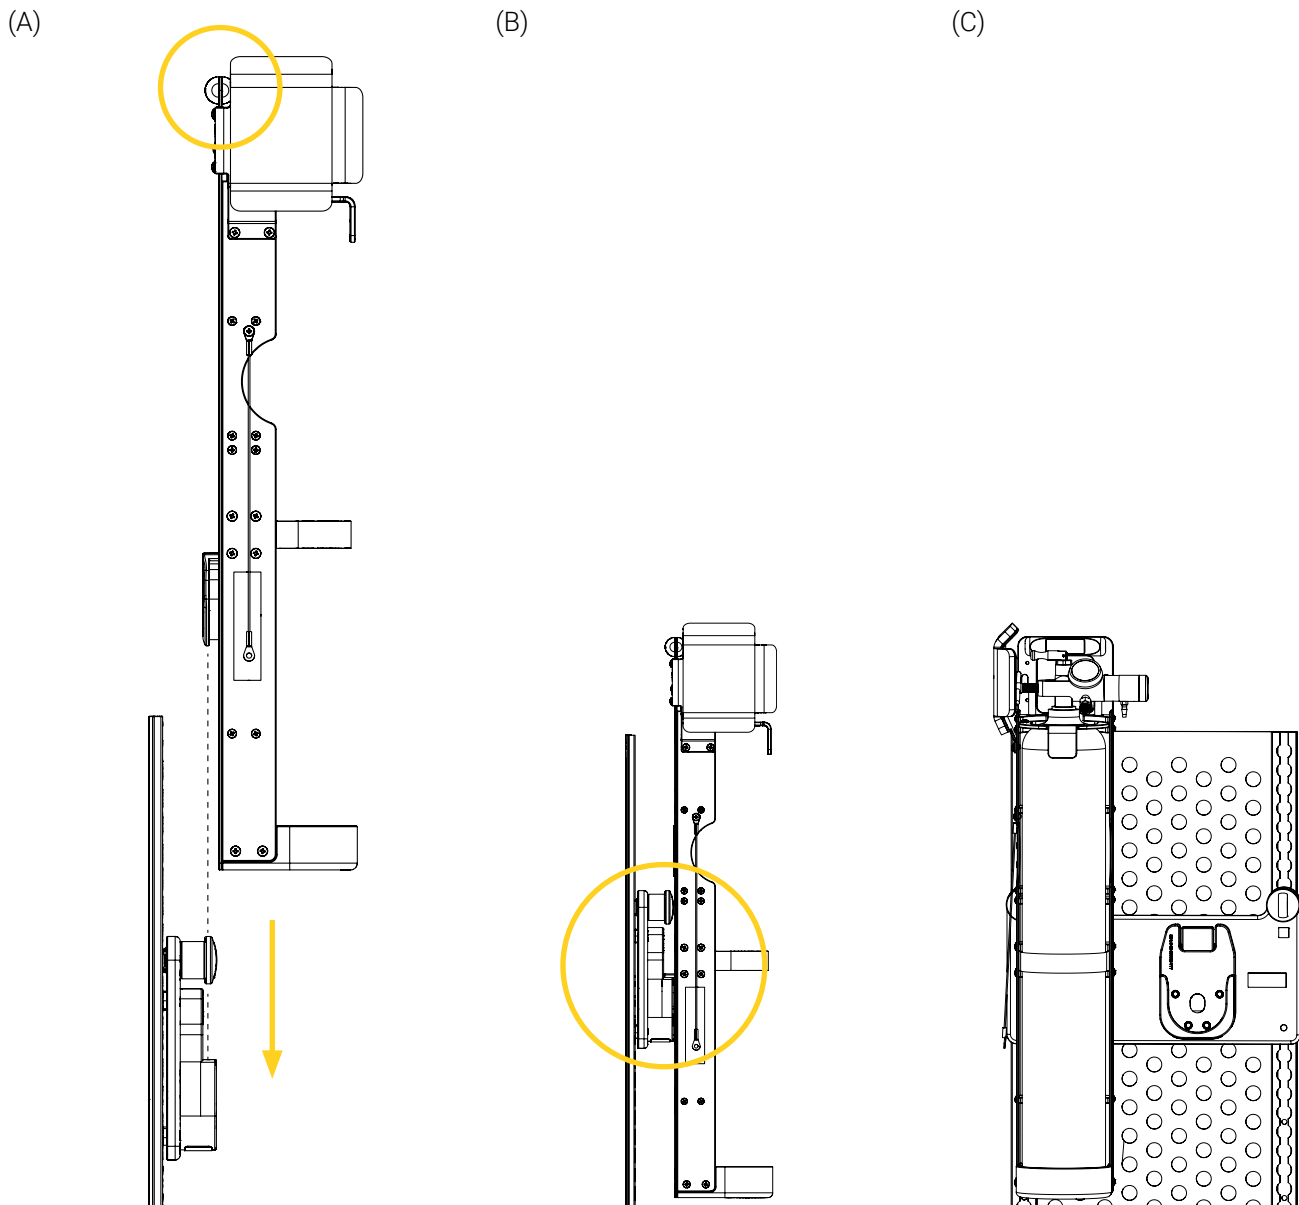

Figure 12: Installation du support pour cylindre à gaz sur la Micro Base
1. Soulever le support pour cylindre à gaz à l'aide de la poignée de transport (Figure 12 A), puis aligner et insérer le micro disque du support pour cylindre à gaz verticalement dans la Micro Base (Figure 12 B et Figure 12 C).